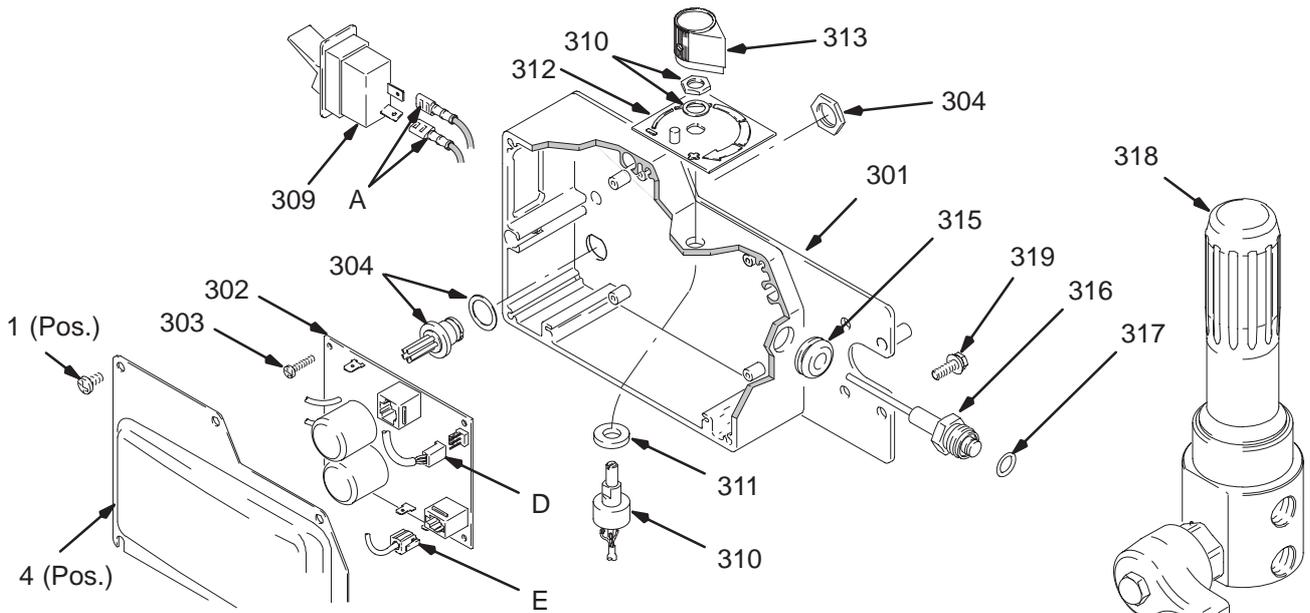

Fig. 15
2. Fig. 15. Saque los cinco tornillos (307) y la cubierta (322).
3. Desconecte los dos cables (A) del interruptor de ENCENDIDO/APAGADO (309).
4. Oprima las dos lengüetas de retención situadas a ambos lados del interruptor de ENCENDIDO/APAGADO (309) y desmonte éste.
- Fig. 15. Saque los cinco tornillos (307) y la cubierta (322).
- Desconecte de la tarjeta de control (302):
- Cable (D) desde el potenciómetro.
- Cable (E) desde el transductor.
- Dos cables rojos (A) al interruptor de ENCENDIDO/APAGADO (309).
- Saque los cuatro tornillos (303), el cable verde de masa y la tarjeta de control (302).
- Fig. 15. Instale la tarjeta de control (302) con cinco tornillos (303).
- Conecte a la tarjeta de control (302):
- Cable (E) al transductor.
- Cable (D) al potenciómetro.
- Instale la cubierta (322) con los cinco tornillos (307).
- Desconecte el cable (E) de la tarjeta de control (302).
- Saque los tres tornillos (319) y el alojamiento del filtro (318) de la placa de control (301). Tire cuidadosamente del conector del transductor a través del ojal de goma (315).
- Saque el transductor del control de presión (318z) y la junta tórica prensaestopas (318aa) del alojamiento del filtro (318).
- Fig. 15. Instale la junta tórica prensaestopas (317) y el transductor del control de presión (316) en el alojamiento del filtro (318). Apriete a un par de 40,7–47,5 N.m.
- Pase cuidadosamente el conector del transductor a través del ojal de goma (315). Instale el filtro de fluido (318) en la placa de control (301) con los tres tornillos (319).
- Conecte el cable (E) a la tarjeta de control (302).
- Desconecte el cable (D) de la tarjeta de control (302).
- Afloje los tornillos de fijación del botón del potenciómetro (313) y saque el botón, la tuerca del eje, la arandela de seguridad (310) y el potenciómetro de ajuste de la presión (310).
- Saque la junta (311) del potenciómetro (310).
- Fig. 15. Instale la junta (311) en el potenciómetro (310).
- Instale el potenciómetro (310), la tuerca del eje, la arandela de seguridad (310) y el botón del potenciómetro (313).
- Gire el eje del potenciómetro (310) en sentido horario hasta el tope interno. Monte el botón del potenciómetro (313) en el percutor de la placa (312) y deje una distancia de 1 a 1,5 mm.
- Conecte el cable (D) a la tarjeta de control (302).